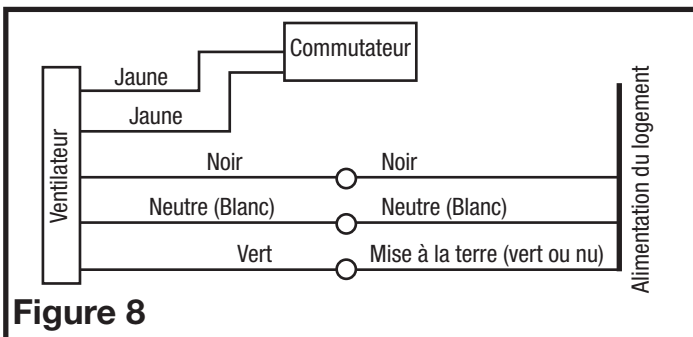

Figure 8
2. **Ventilation continue:** Pour les ventilateurs à deux vitesses, raccordés pour une ventilation continue. Connectez le fil blanc du ventilateur au fil blanc (neutre) de la source d'alimentation. Connectez le fil de terre de la maison au fil vert du boîtier du ventilateur. Connectez le fil noir du ventilateur au fil noir (chaud) de la source d'alimentation. Utilisez un interrupteur à bascule standard duplex, correctement mis à terre, pour relier le fil jaune chaud du ventilateur à l'entrée de l'interrupteur. Connectez le deuxième fil jaune du ventilateur au côté de sortie du commutateur. Fermer l'interrupteur changera la vitesse de normale à haute vitesse (Figure 8).